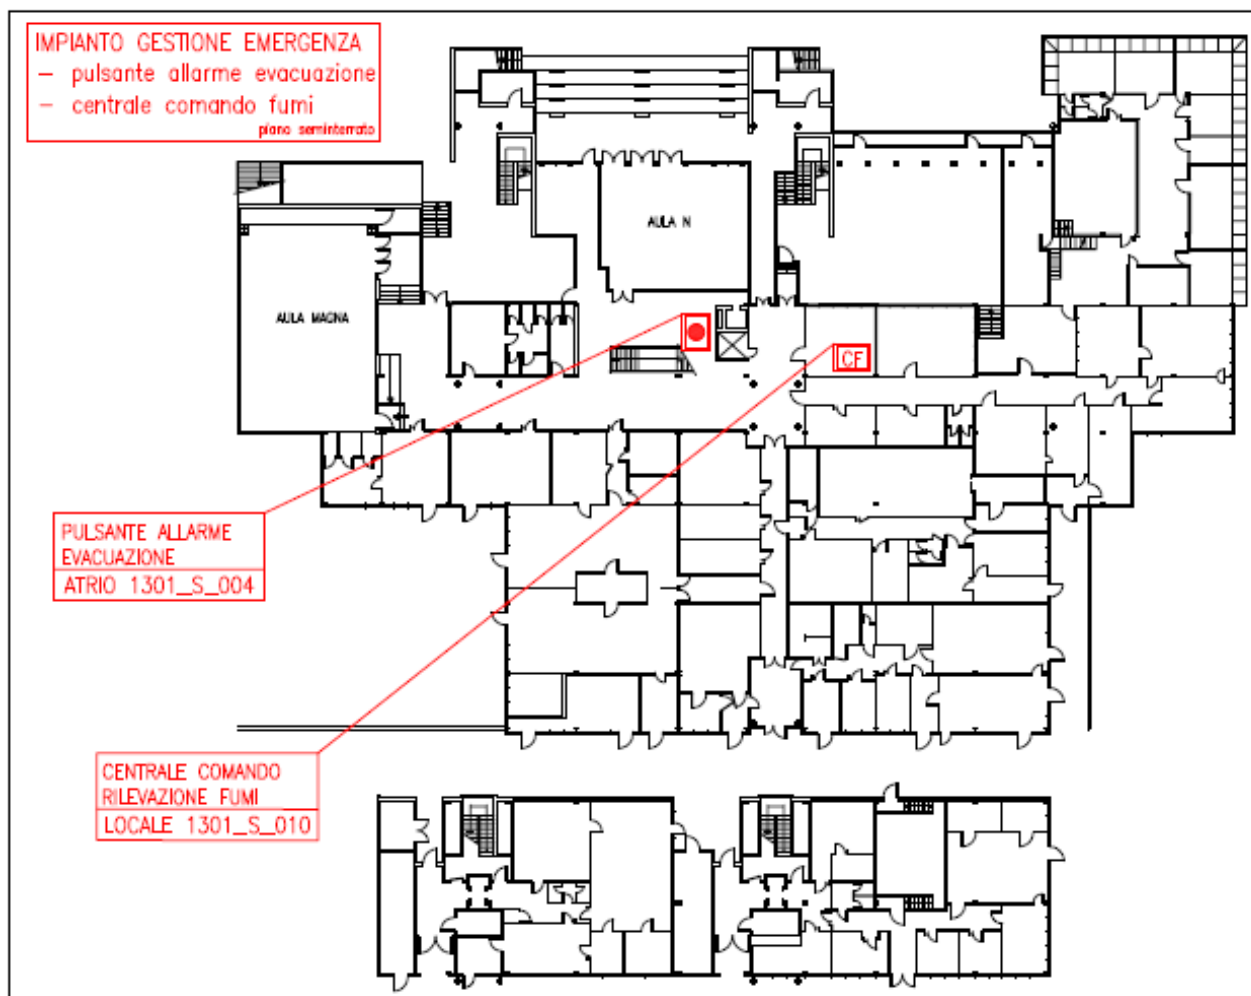

Figura 1. Ubicazione del pulsante di evacuazione (suono continuo della campana) e della centrale di rilevazione fumi – Stralcio delle planimetrie di emergenza.
- Centrale di comando, ubicata nel locale tecnico cod. sipe 1310\_S\_010 al piano seminterrato (vedi p.to 3.3 – Figura 1);
- Il personale dell'Istituto di Vigilanza presente all'interno della Reception si reca ad aprire il locale della centrale di comando (locale 1301\_S\_010, vedi p.to 3.3 - Figura 1);